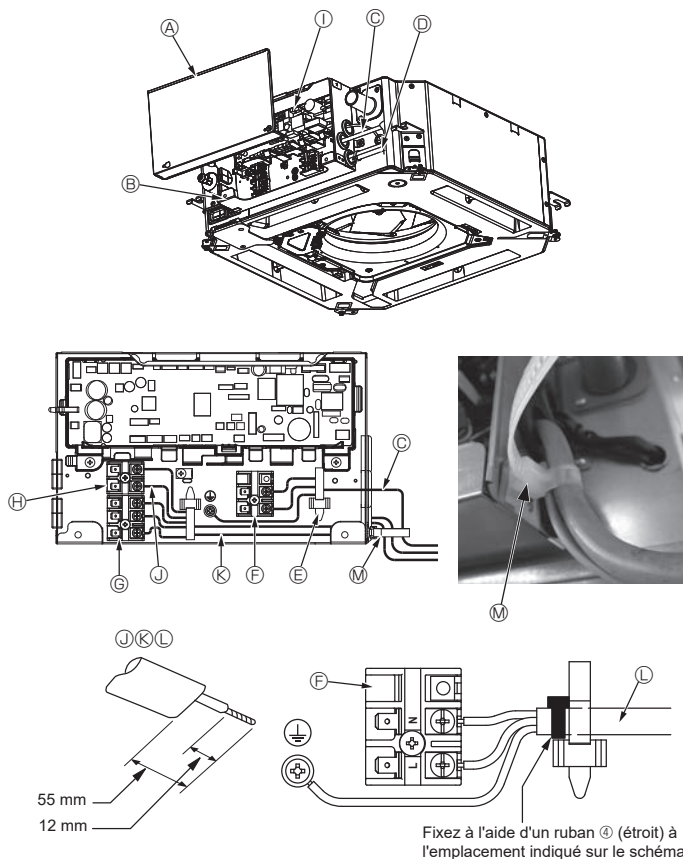
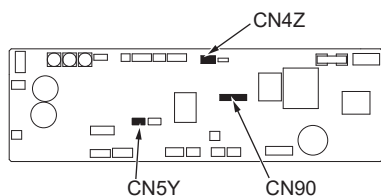
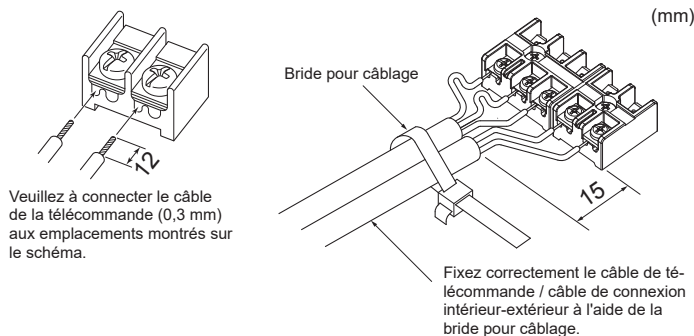

Fig. 5-1
Fig. 5-2
Fig. 5-3
5.1. Appareil intérieur (Fig. 5-1, Fig. 5-2, Fig. 5-3)